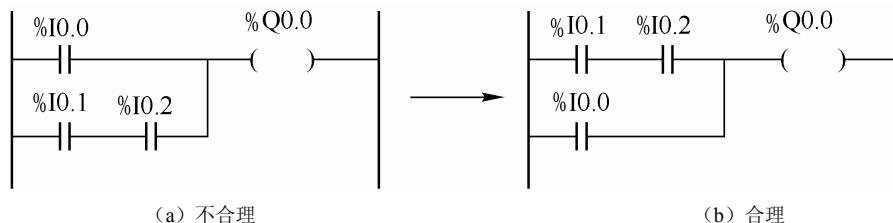
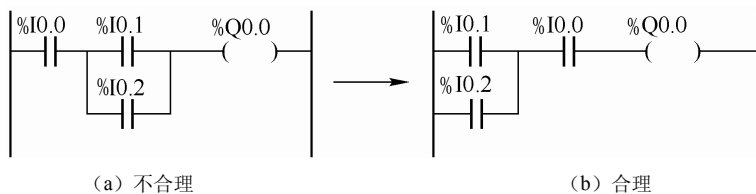

图 6-17 梯形图
图 6-18 梯形图
⑥ 在有几个串联电路相并联时，应将串联触点多的回路放在上方，归纳为“上多下少”的原则，如图 6-17 所示。在有几个并联电路相串联时，应将并联触点多的回路放在左方，归纳为“左多右少”原则，如图 6-18 所示。因为这样所编制的程序简洁明了，语句较少。但要注意图 6-17 (a) 和图 6-18 (a) 的梯形图逻辑上是正确的。